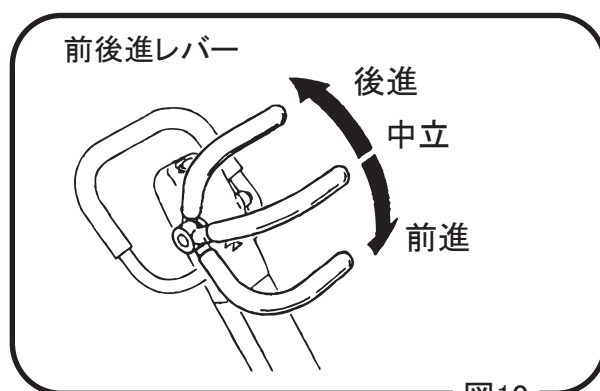

図10
- 2 前後進レバーを操作して、本機を前後進させます。走行レバーを前に倒すと前進、後ろに引くと後進し、中立の時はその場で振動します。(図10)